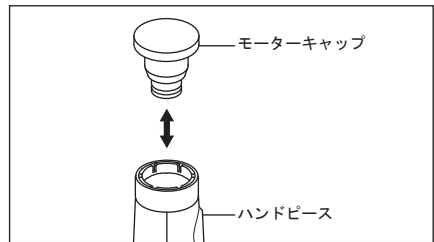

図 7
- 4) ハンドピースにモーターキャップを取り付けます。（図 7）